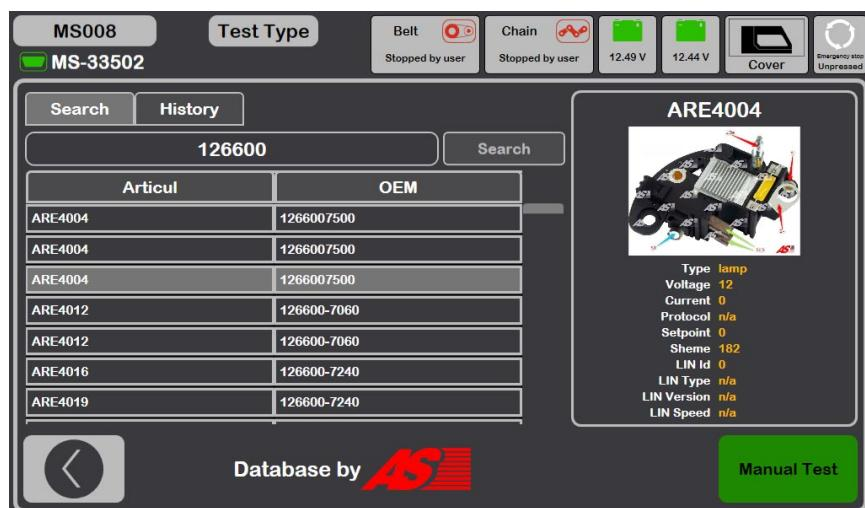

Рисунок 26. Екран пошуку регулятора по базі даних
4. Перед активацією режиму діагностики з'явиться вікно попередньої перевірки генератора, див. рис. 26.
4.1. Кнопками керування приводом генератора (див. поз. 1 рис. 26) встановіть швидкість обертання шківа генератора в межах від 100 до 150 об/хв.
За оригінальним номером регулятора проведіть пошук інформації про позначення терміналів регулятора в базі стенда (рис. 26). Потім під'єднайте провода діагностичного кабелю і роз'ємів стенду до регулятора згідно з наведеною схемою.